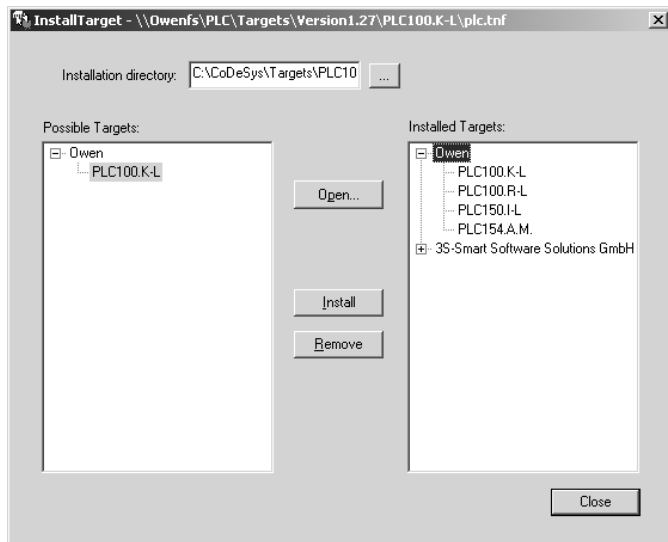

Рис. 2. Окно «InstallTarget» утилиты InstallTarget
- 1) В открывшемся при запуске утилиты **InstallTarget** окне (рис. 2) – нажать кнопку **Open** и указать путь доступа к инсталлируемому Target-файлу (имеющему расширение ***.tnf**, Target Information File). Target-файлы контроллеров OWEN ПЛК100 находятся на компакт-диске, поставляемом с контроллером, в папке «Target» или могут быть скачаны с сайта **www.owen.ru**.